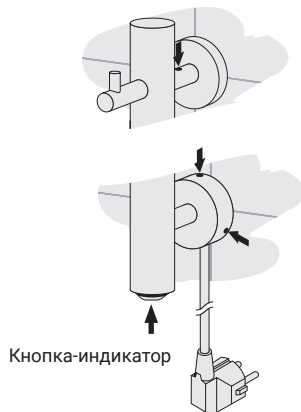

Рис.5
4.1.6. Прижать до упора весь полотенцесушитель к стене и с усилием зафиксировать стопорные винты в кронштейнах (рис. 5).
4.1.8. Включение/выключение полотенцесушителя производится кнопкой-индикатором, расположенной в торцевой части изделия (рис. 5, 12).
4.2.9. Включение/выключение полотенцесушителя производится кнопкой-индикатором, расположенной в торцевой части изделия (рис. 5, 12).